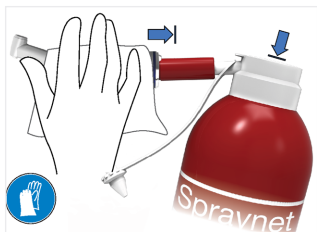

РИС. 5
5. После выбора соответствующей насадки нанесите Spraynet внутрь устройства (РИС. 5).